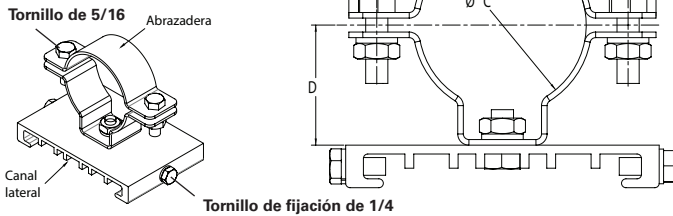

Figura 6. KIT PM – Detalles del montaje en poste
3. Verifique que el diámetro interno de la abrazadera (observe la Figura 6) sea congruente con el diámetro del poste antes de la instalación. Las abrazaderas están disponibles en tamaños de 1,65" (42 mm), 2,00" (51 mm) y 2,36" (60 mm).
5. Deslice los dos (2) soportes de montaje en poste en el accesorio, encajando la brida en la parte superior del accesorio.
6. Ajuste los dos (2) tornillos de fijación de 1/4" en el soporte lateral hasta que lleguen abajo (observe la Figura 6). Ajuste la torsión a 78 pulgadas-libras (8,8 N-m).
7. Retire los dos (2) tornillos de 5/16", las arandelas de seguridad y las tuercas de cada abrazadera y retire las mitades superiores de la abrazadera.
8. El accesorio ahora está listo para su montaje. Se recomienda firmemente que use a dos (2) personas especializadas calificadas para proceder con el montaje final del dispositivo. Se recomienda esto para evitar cualquier lesión personal o daño al accesorio.
10. Instale las dos (2) mitades superiores de la abrazadera y los tornillos de 5/16", las arandelas de seguridad y las tuercas en cada abrazadera.